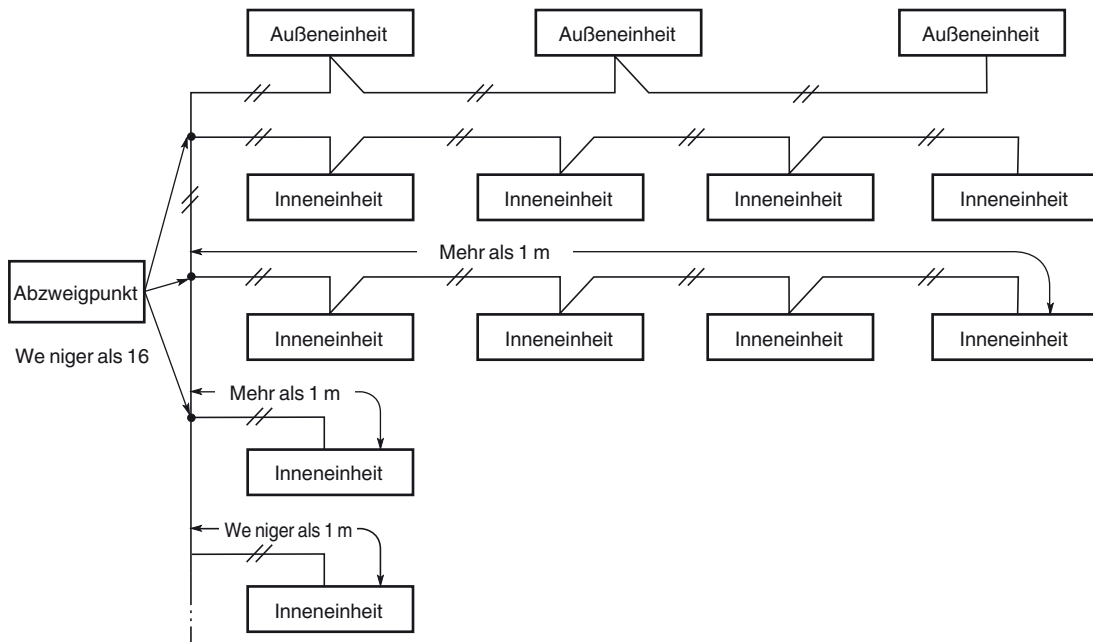

Abb. 4-5
- (4) Wenn ein Einheiten-Steuerverbindungskabel angeschlossen werden soll, darf die Anzahl der Abzweigungspunkte nicht höher als 16 liegen. (Abzweigungen mit weniger als einem Meter sind in der Gesamtzahl der Abzweigungspunkte nicht eingeschlossen.) (Abb. 4-5)